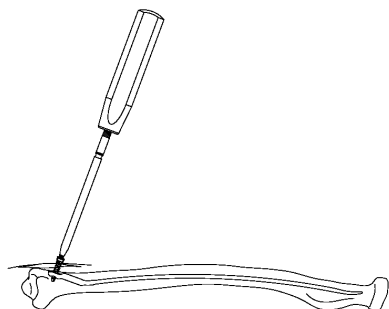

図 6
- 1) 3.5 キャンセラスクリュー／3.5 ロッキングキャンセラスクリューを、六角 2.5 ドライバー／ヘクスローブ 10 ドライバーで抜去します。(図 6)